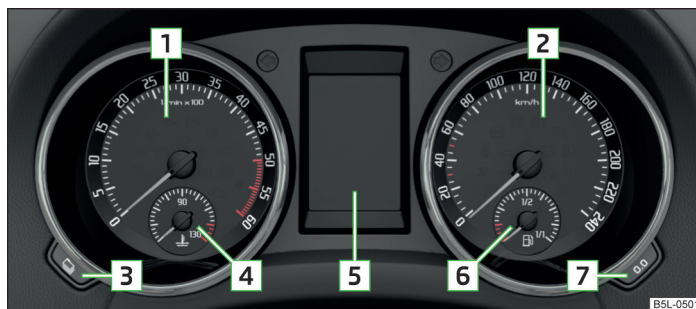

Fig. 2 Cuadro de instrumentos
El sector rojo de la escala del cuentarrevoluciones  » fig. 2 de la página 12 marca el sector en el que el sistema comienza a limitar el régimen del motor. El sistema limita automáticamente el régimen del motor a un valor límite seguro.
► Pulse la tecla  » fig. 2 de la página 12 durante un lapso prolongado.
El reloj se maneja con las teclas  y  » fig. 2 de la página 12.
► Pulse la tecla  » fig. 2 de la página 12 repetidas veces hasta que parpadee la indicación del cuentakilómetros total » página 15.